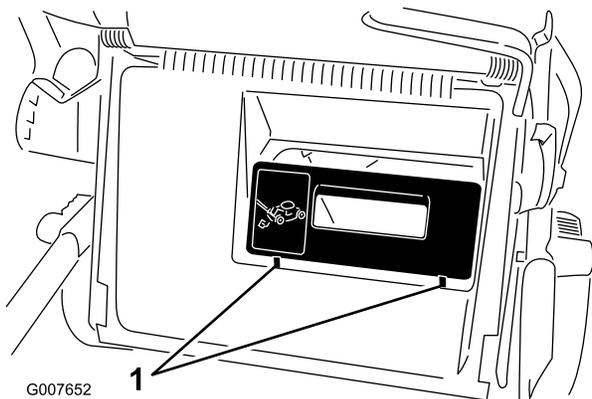
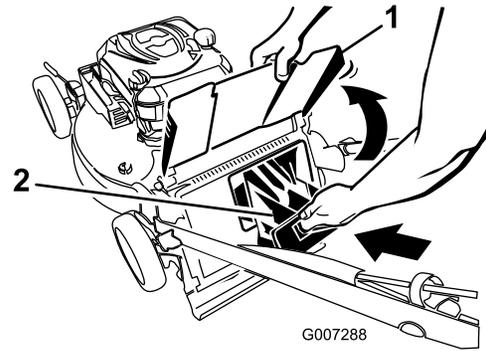

Figure 25
Figure 26
**Important:** Vérifiez que l'obturateur de l'éjecteur arrière est bien en place. Soulevez le déflecteur d'éjection et cherchez les 2 languettes situées devant l'obturateur (Figure 25). Si vous ne les trouvez pas, appuyez fermement sur l'obturateur jusqu'à ce qu'il s'enclenche en position (Figure 26).